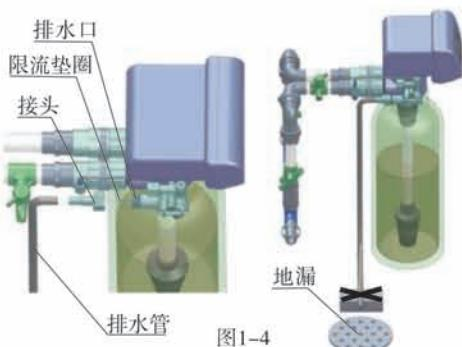

图1-4
- 当控制阀为时间型时，无上述步骤②和步骤③。
**⑤安装排水管路**
- A、如图1-4所示，将排水软管插入排水接头；
d、将排水软管如图1-4所示固定好。
- 绝对不能把排水管与下水道相连，须在二者之间留有一定的空隙（如图1-4），以防污水被虹吸到水处理器中。
**⑥安装吸盐管路**